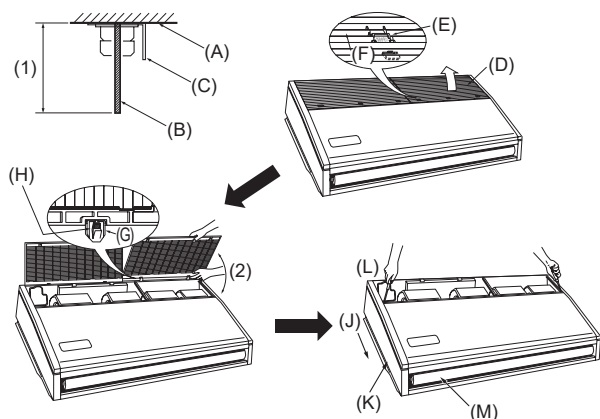

Fig. 3-4
- (D) Använd insatser på 100 kg till 150 kg var.
- (E) Använd upphängningsbultar av storlek W3/8 eller M10.
3.2.4. Förbered inomhusenheten (Fig. 3-4)